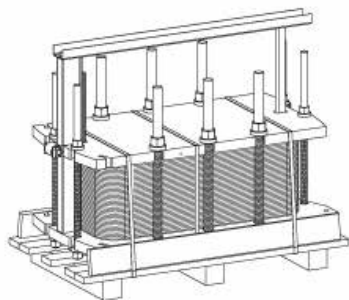

Fig. 1a
- Beachten Sie die Aufhängungsvorgaben (Abb. 1a, 1b, 2).